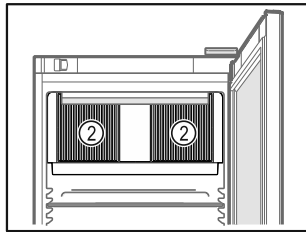

Fig. 79
- ❑ Διατηρείτε ελεύθερες τις σχισμές αερισμού Fig. 79 (2) του ανεμιστήρα στο εσωτερικό.